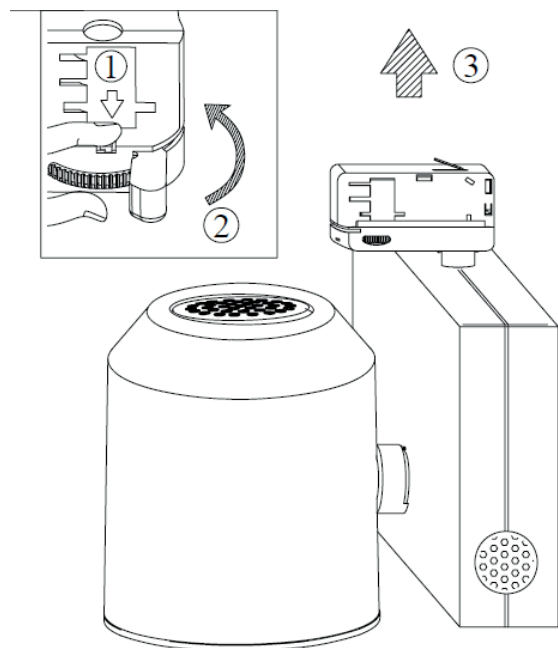

Abb. 3: Installation SLIDE V102
1. Legen Sie den Verriegelungshebel am Stromschienenadapter um, so dass die Kontakte im Adapter verschwinden (Abb. 3).